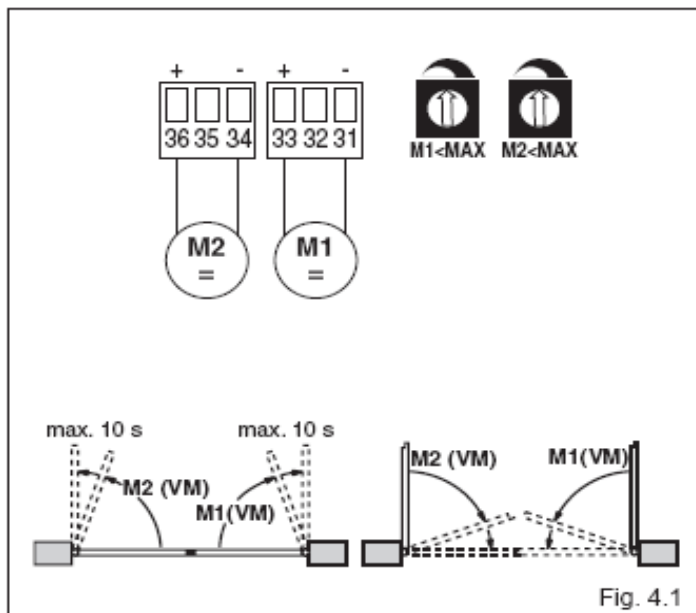

Fig. 4.1
• (rys.4.1) **Zastosowanie bez wyłączników krańcowych**